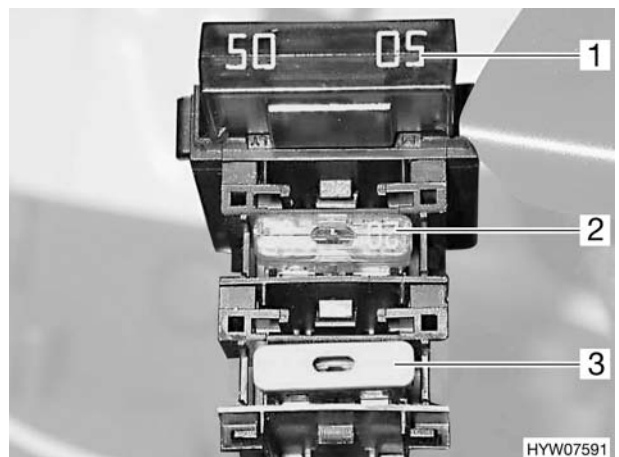

Bild 104 Sicherungen an der Starterbatterie
- Sicherungstyp (Bild 104,1):
- Sicherungstyp (Bild 104,2):
- Sicherungstyp (Bild 104,3):